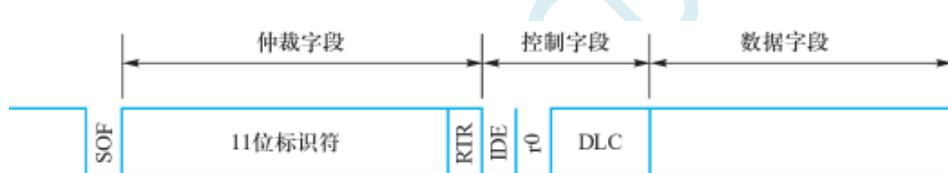

图 16.8 数据帧的标准格式
(1) 帧的起始（start of frame, SOF）。标记数据帧和远程帧的开始。它由一个“显性”位构成。当总线处于空闲时，只允许一个站开始发送。所有的站必须同步到由首先开始传输的站的帧开始引起的前沿。
(2) 仲裁字段。对于标准格式来说，该字段由标识符（identifier）和远程传输请求（remote transmission request, RTR）位构成，如图 16.8 所示。其中：